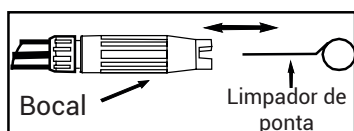

Figura 5
5. Usando o limpador de ponta incluso ou desdobrando um clipe de papel, encaixe o fio no bico e mova para frente e para trás até que os detritos sejam extraídos. (Figura 5.)